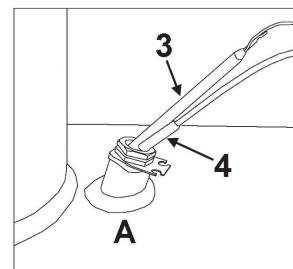

fig. 19 - Pozzetto A
**È OBBLIGATORIO** inserire nel pozzetto "A" (fig. 19) la sonda di temperatura "4" e il bulbo del termostato di sicurezza "3".